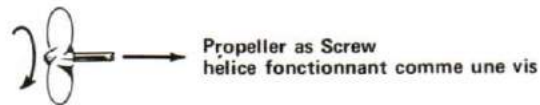

Figure 6-12
3. Scientists worked with this idea until they came to the conclusion that the best screw for use in water was of a shape shown in Figure 6-12. This is the screw used to this day. Most screws nowadays have three or more blades and the shape depends upon whether quietness or speed is the primary requirement, but the principle remains the same.
3. Guidés par l'idée de la vis classique, les chercheurs finirent par conclure que le genre d'hélice qui conviendrait le mieux dans l'eau aurait la forme illustrée à la figure 6-12. C'est le genre d'hélice qu'on utilise encore de nos jours. La plupart des hélices modernes ont trois ou quatre pales et leur forme dépend du but principal recherché, la vitesse ou le silence. Le principe, cependant, n'a pas changé.